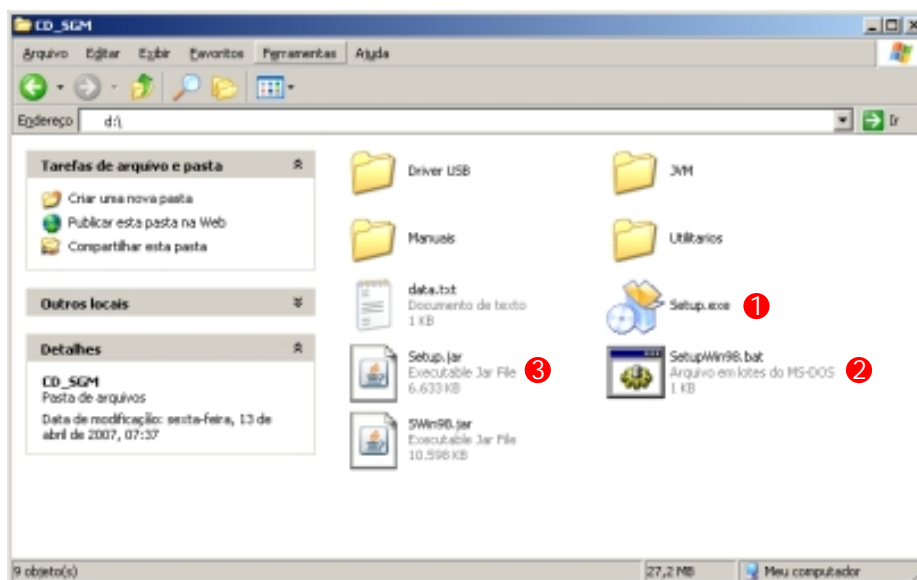

Figura 1 – Ícone do Instalador.
2. Execute o programa instalador denominado Instalador SGM, como mostra a Figura 1. Dê um clique duplo no ícone da opção 1 para ambiente Windows XP® ou superior, no ícone da opção 2 para ambiente Windows 98® ou no ícone da opção 3 para ambiente Linux®;